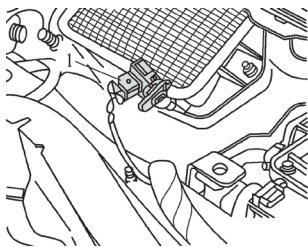

图 5-26 拆卸空气质量
- 3) 如图 5-26 所示，脱开空气质量传感器 G238 上的插头连接。